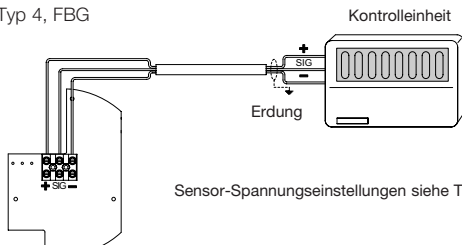

Abbildung 11: **Xgard** Typ 4, elektrische Anschlüsse
2. Sicherstellen, dass alle elektrischen Anschlüsse korrekt gemäß Abbildung 11 vorgenommen wurden.